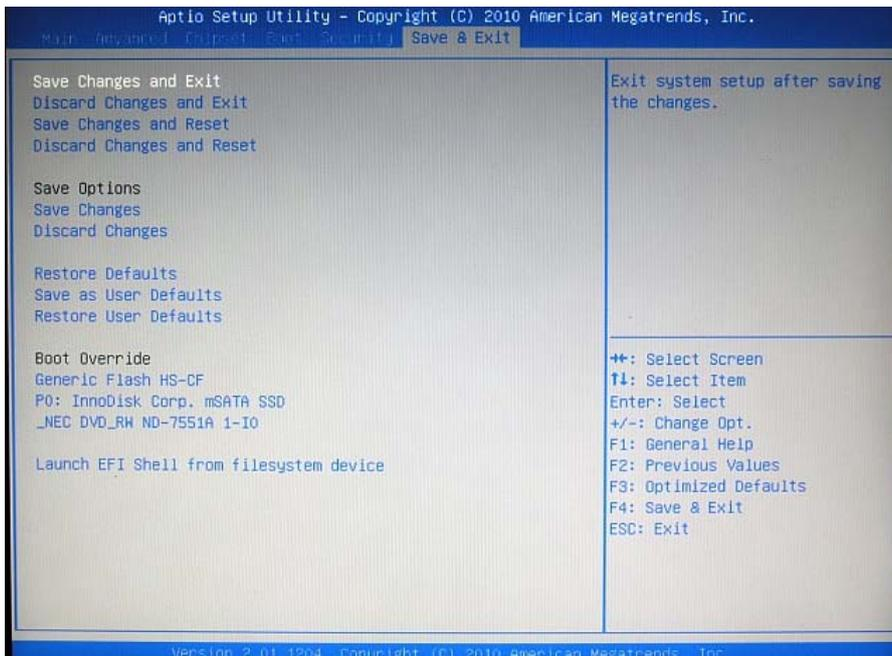

図 6-1-3. BIOS設定 Save & Exitメニュー
- ⑨ [Save & Exit]メニューを選択します。(図 6-1-3)
- ⑩ [Save Changes and Exit]を実行し、設定を保存して終了します。